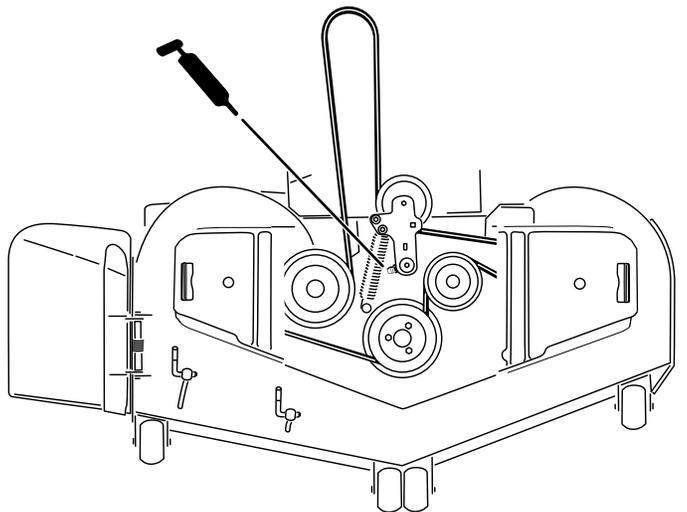

Figura 40
3. Engrase el pivote de la polea tensora de la carcasa de corte hasta que salga grasa por el extremo inferior (Figura 40).